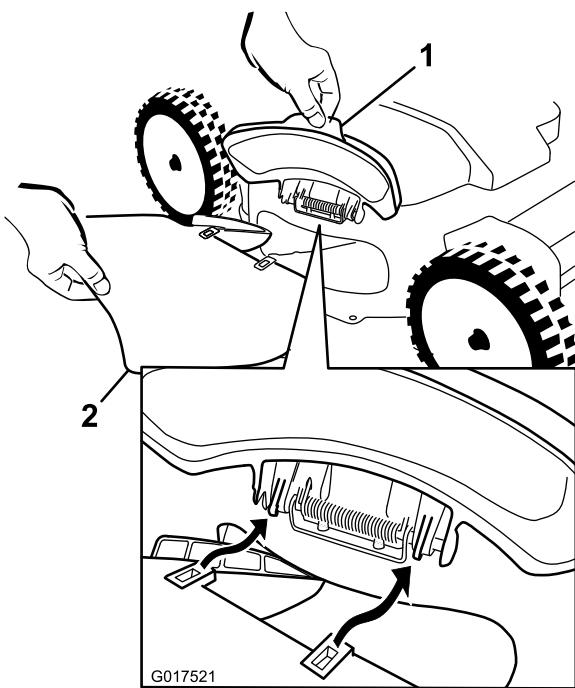
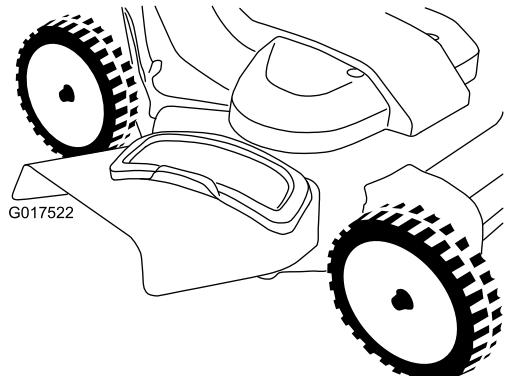

Bild 29
Bild 30
1. Öffnen Sie das Seitauswurfablenkblech (Bild 29).
2. Befestigen Sie den Seitauswurfkanal, wie in Bild 29 und Bild 30 dargestellt, und schließen Sie das Ablenkblech auf dem Auswurfkanal.